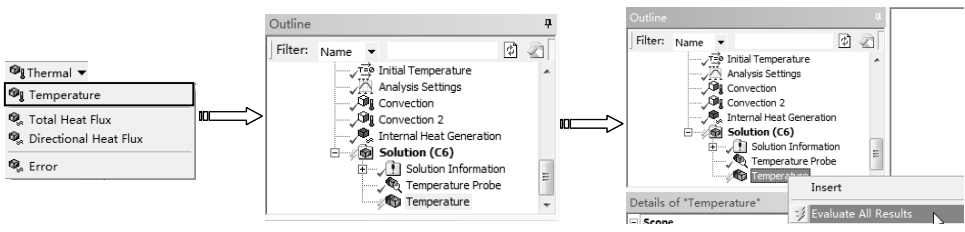

图 11-63 添加温度求解项
4) 求解温度。单击【Solution】工具栏上的【Thermal】|【Temperature】命令，此时在分析树中插入【Temperature】求解项。右击插入的【Temperature】求解项，在弹出的快捷菜单中选择【Evaluate All Results】命令，如图 11-63 所示。